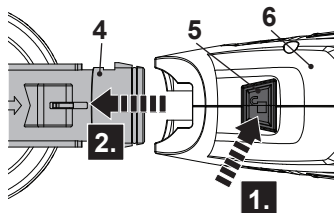

Fig. 12
- > Vierta toda la pintura restante en otro recipiente de pintura para vaciar el contenedor de pintura (12). Limpie a fondo el recipiente de pintura con un producto de limpieza adecuado, que no contenga aceite.
- > Agregue gradualmente el producto de limpieza en el recipiente de pintura, apriete el gatillo del interruptor (9) para encender el producto y pulverícelo a través de la boquilla de pulverización (3) / aguja de la boquilla (4a) hasta que el producto de limpieza salga como una niebla clara y transparente.
- > Suelte el gatillo del interruptor (9) para apagar el producto.
- > Presione el botón de liberación (5) (Fig. 12, paso 1) y deslice hacia afuera para retirar el cabezal de pulverización (4) de la parte trasera de la pistola (6) (Fig. 12, paso 2).